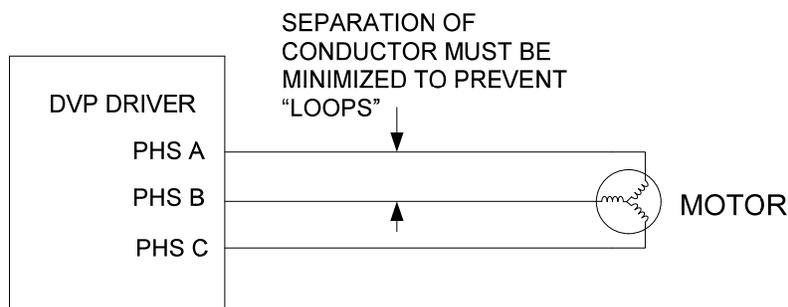

図 3-6. “Loops”を避ける
- もし個別の配線を使うときは、導線間の距離をできるだけ縮め、上記のループを最小にするようにします。(図 3-6)